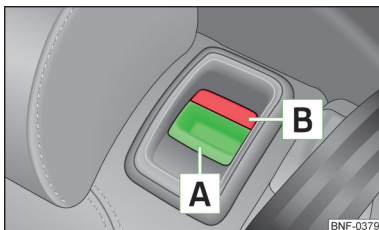

Fig. 49
- Apăsăți butonul de siguranță **A** » fig. 49 și înclinați înainte spătarul scaunului.
- Apăsăți butonul de siguranță **A** » fig. 49 pe ambele părți ale spătarului și înclinați înainte spătarul scaunului.
- Asigurați-vă că marcajul de culoare roșie **B** » fig. 49 nu mai este vizibil.
➤ Asigurați-vă că marcajele de culoare roșie **B** » fig. 49 de pe ambele părți ale spătarului nu mai sunt vizibile.